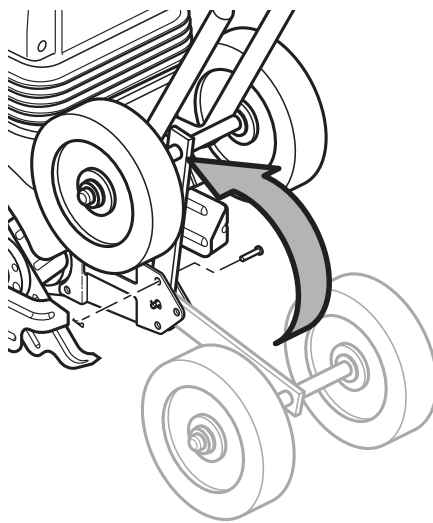

Figure 7 - Réglage de l'assemblage des roues en position pour labourer
2. Faire pivoter l'assemblage des roues vers le haut et en avant comme indiqué par la figure 7 jusqu'à ce que le trou de l'assemblage des roues s'aligne avec le trou supérieur du support de fixation.